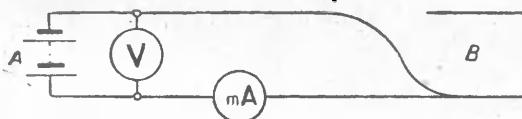

Рис. 176. К задаче 7.
7. Между пунктами А и В протянута двухпроводная линия связи с сопротивлением 800 ом. Расстояние от А до В 10 км. Определить, на каком расстоянии от А произошло замыкание линии (рис. 176), если вольтметр показывает 10 в, а миллиамперметр 40 ма? (Ответ: ~3,3 км.)